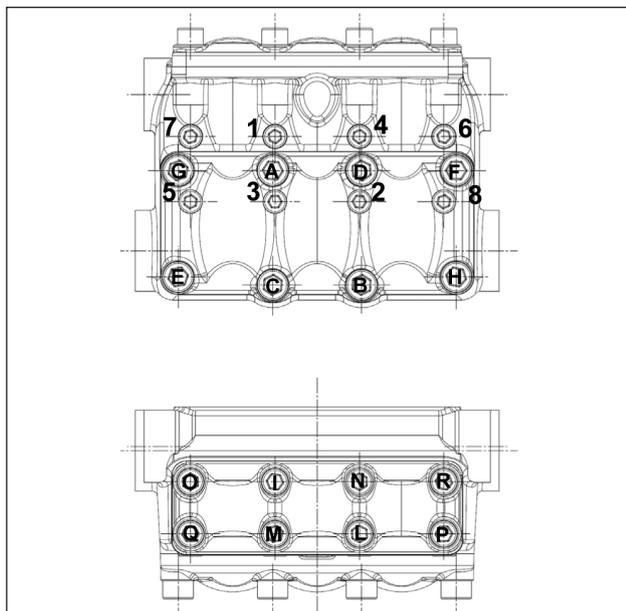

Fig. 30
** Os parafusos de fixação do cabeçote pos. de explosão 55 devem ser apertados com chave dinamométrica, respeitando a ordem relacionada no esquema da Fig. 30.
*** Os parafusos de fixação da cobertura da válvula da pos. de explosão 45 e pos. de explosão 58 devem ser apertados com chave dinamométrica, respeitando a ordem relacionada no esquema da Fig. 30.